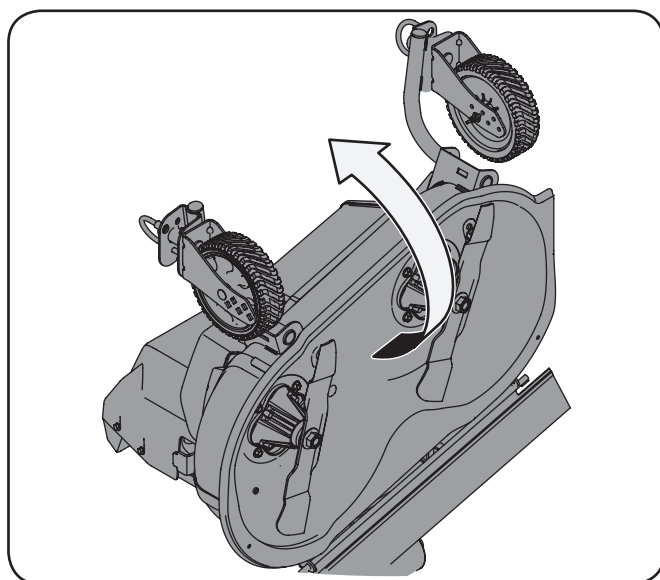

Figura 6-1
2. Gire el accesorio cortador de césped hacia atrás sobre el conjunto de montaje, como se indica en la Figura 6-1.